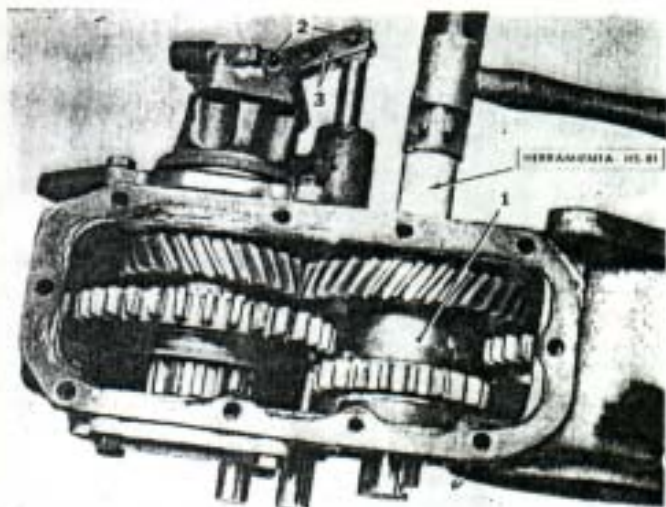

Fig. 288. — Extrayendo el eje intermediario con la herramienta HS-81.
- 5) Sacar el eje intermediario hacia atrás (lado traba) usando la herramienta HS-81 y golpeando con un martillo plástico (Fig. 288).
Esta herramienta permite que los rodillos (cantidad: 48) y las arandelas separadoras (cantidad: 3) queden dentro del engranaje intermediario (1, Fig. 288), dado que ocupa el lugar del eje. La herramienta debe estar centrada a
- 8) Desmontar las chavetas y retirar los pernos (2, Fig. 288) de conexión de las palancas (3, Fig. 288) que acoplan a ambas barras y retirarlas.